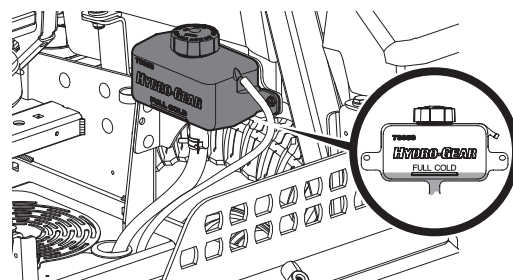

Fig. 42
2. Gire el tapón del depósito en sentido contrario al de las agujas del reloj para retirarlo, luego controle el nivel de aceite del depósito. El aceite debe ser visible en la base de la cubeta, pero el nivel del mismo NO debe estar por encima de la línea de "LLENO FRÍO" (Fig. 42). NO LLENE EL DEPÓSITO.